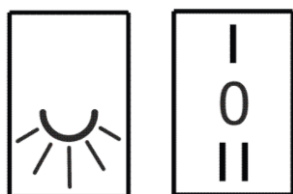

рис. 9
2. Включение вытяжки производится при помощи переключателей, показанных на рис. 9.
3. Левый изображенный на рис. 9 переключатель регулирует режим освещения «Вкл.», «Выкл.». При включении освещения, выдвижная панель должна быть выдвинута.
4. Правый изображенный на рис. 9 переключатель регулирует скорость работы двигателя.